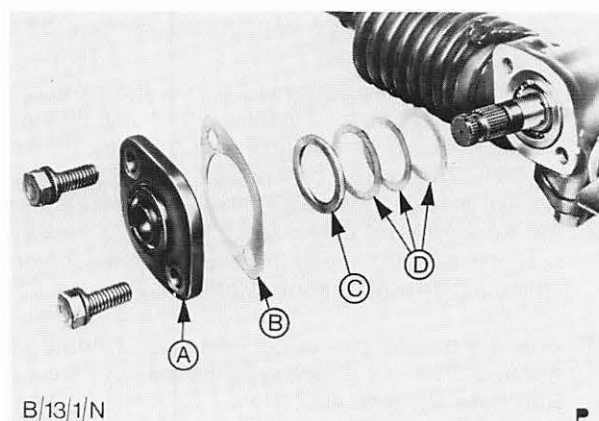

Abb. 27 A = Ritzellagerdeckel C = Dicke Ausgleichscheibe (stets einzubauen)
15. Ritzellagerdeckel und Ausgleichscheibenpaket mit Dichtung montieren. Abb. 27.